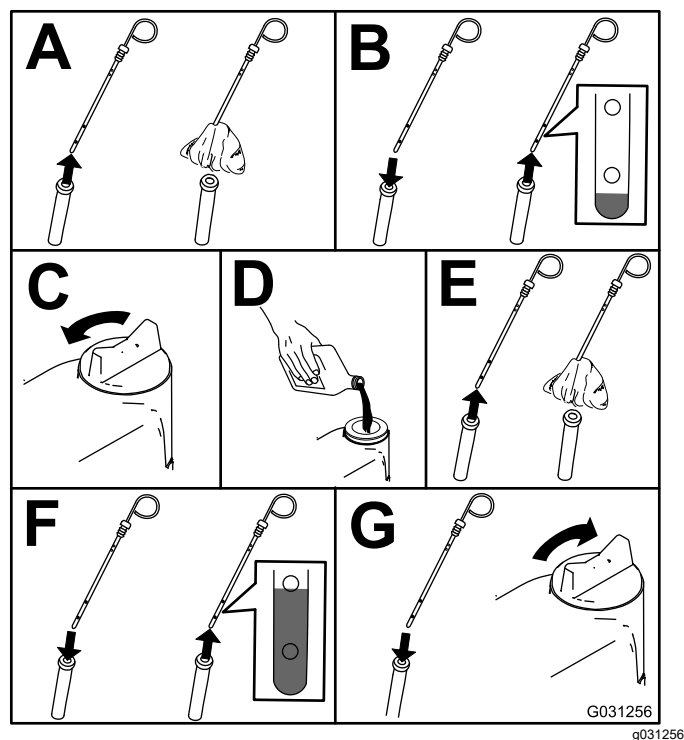

Figure 49
2. Contrôlez le niveau d'huile moteur ; voir Figure 49.